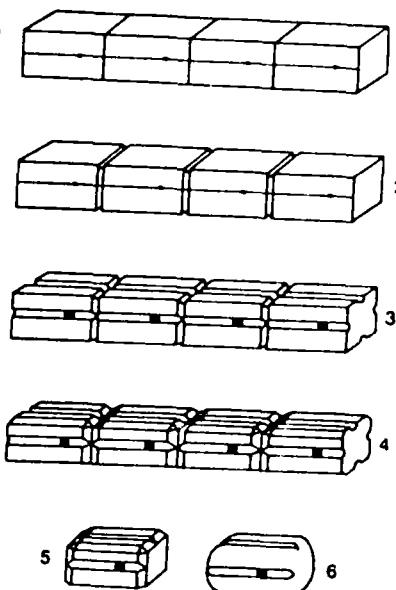

图4 滑轮制作过程
制作滑轮一般选用木质较密、纹路较细的梨木、桦木、樱桃木等为材料,当然常见的红松木也可以,具体制作步骤如图4。
以便下一步钻孔,此钻孔位置应在滑轮轮槽的顶端,具体位置可以计算或量出,如图4(1)。
2. 在划出滑轮高度的横线上,用铲刀(一般小刀均可)铲出左右45°角的斜面成为绕木条一周的槽,也就是刻铲出下个工序截锯滑轮的锯口,如图4(2)。
3. 沿木条纵向各面均划上纵向中心线,然后利用木刻刀或锯条沿中心线挖刻或锯出浅槽,作为滑轮孔槽及导向槽,然后在原已标出的孔位处钻孔。孔的直径只要能穿过所选用的线绳即可,而每个滑轮只需钻一个孔,如图4(3)。
4. 沿木条纵向将木条四角铲削或锉磨成圆弧形,其作用是为下一工序磨圆滑轮外壳进行预加工,如图4(4)。
5. 沿木条横向槽将滑轮胚逐年截锯下来,并磨圆滑轮外壳各边,对于尺寸极小的滑轮,因为不易加工,可不进行外壳棱角的处理,如图4(5)。
作完成了，如图4(6)。